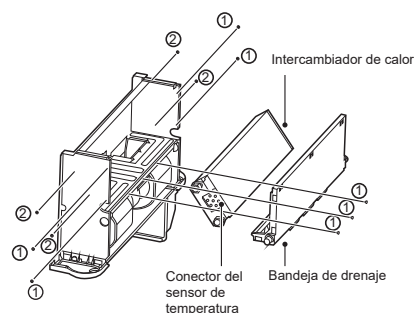

Figura 4-8 Extracción de la bandeja de drenaje y el intercambiador de calor
- Retire los tornillos ① *7 para extraer la bandeja de drenaje, tal como se muestra en la Figura 4-8. A continuación, retire los tornillos ② *4 para extraer el intercambiador de calor.